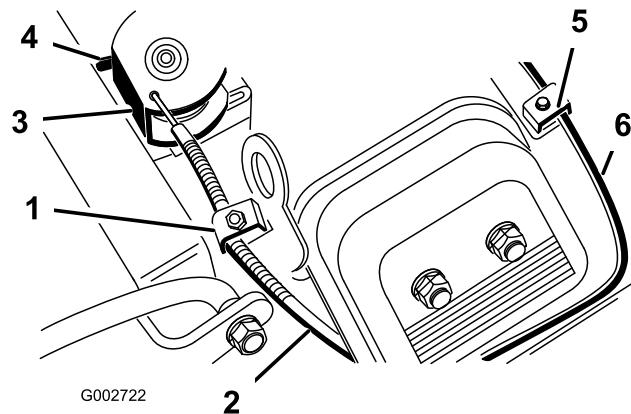

Figura 37
2. Allentate la vite del serrafile per cavi che fissa il cavo al motore (Figura 37).
4. Tirate con forza il cavo dell'acceleratore finché il retro della parte girevole non tocca il fermo (Figura 37).
4. Tirate con forza il cavo dello starter (Figura 37) finché la farfalla dello starter non è completamente chiusa, quindi serrate la vite del serrafile.